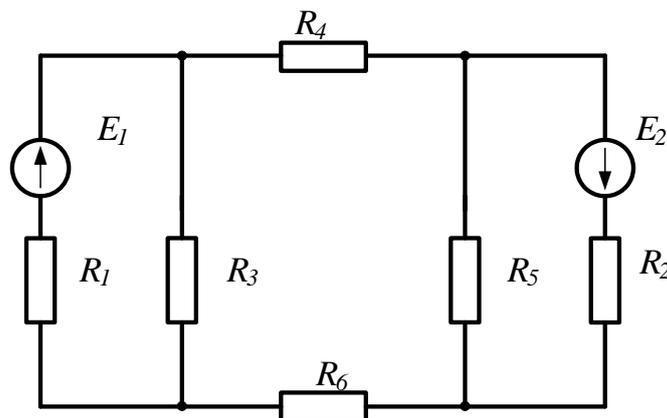

Рисунок 24
**Задача 21.** В цепи (рис.24) ЭДС источников питания равны  $E_1=120\text{В}$ ,  $E_2=114\text{В}$ , а сопротивления ветвей –  $R_1=0,1\text{Ом}$   $R_2=0,1\text{Ом}$   $R_3=1,5\text{Ом}$   $R_4=0,5\text{Ом}$   $R_5=2,0\text{Ом}$   $R_6=1,0\text{Ом}$ . Определить токи в ветвях цепи методом непосредственно-